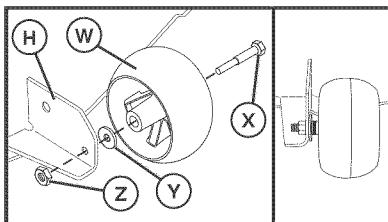

Fig. 24
2. ARME LA RUEDA CALIBRADORA DELANTERA (W) EN LA PARTE DELANTERA DE LA CORTADORA DE CESPED (Vea Fig. 24)